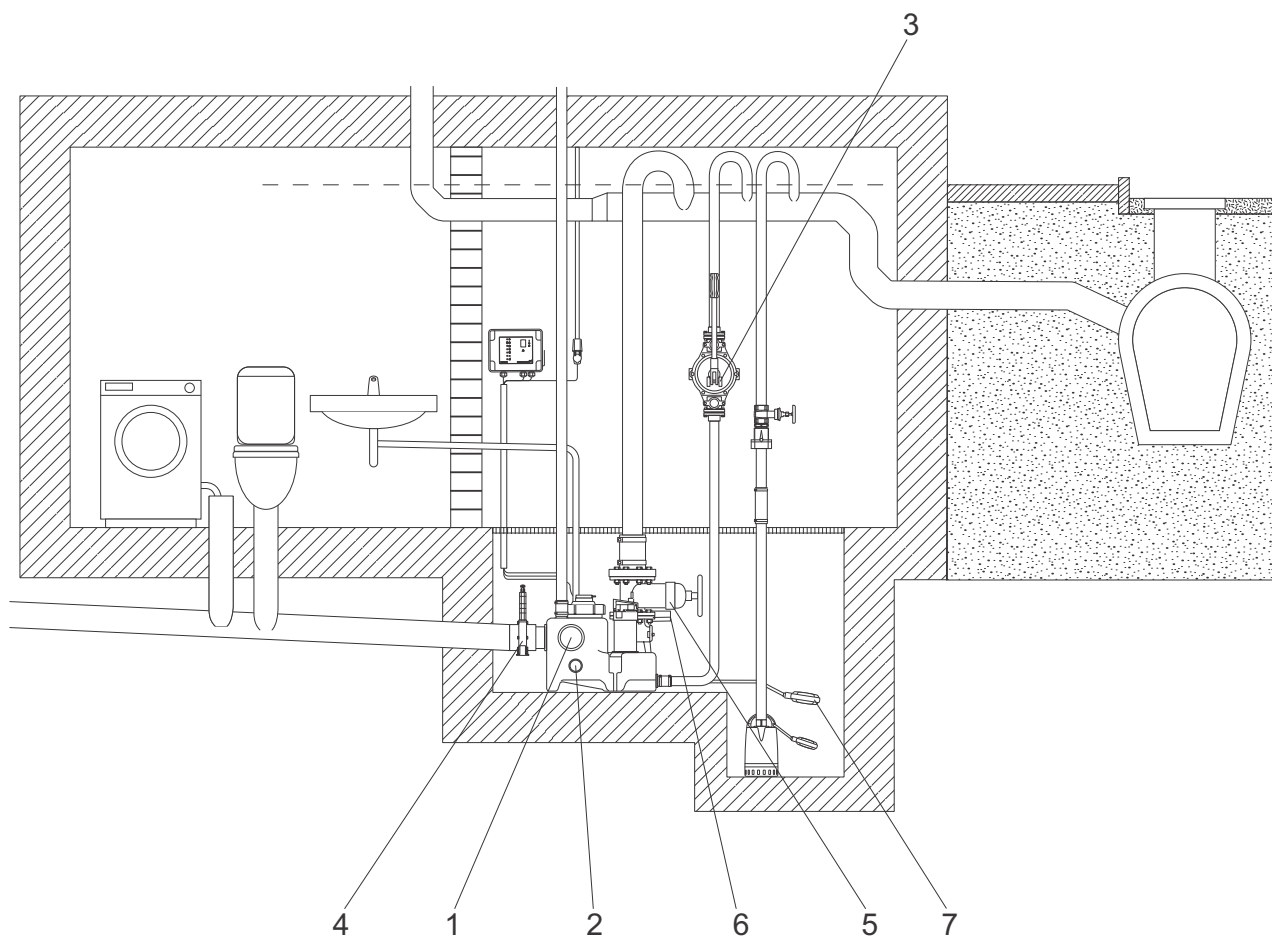

Abb. 10 Einbauskizze
- Unterhalb der Aufstellungshöhe ist ein Pumpensumpf (eine Vertiefung) vorzusehen. Wird die Hebeanlage Multilift MSS in einem Keller aufgestellt, bei dem die Gefahr besteht, dass Grundwasser eindringt, wird die Installation einer Entwässerungspumpe in einem separaten Pumpensumpf unterhalb der Aufstellungsebene empfohlen. In einigen Ländern ist die Installation einer Entwässerungspumpe sogar vorgeschrieben. Siehe Abb. 10.